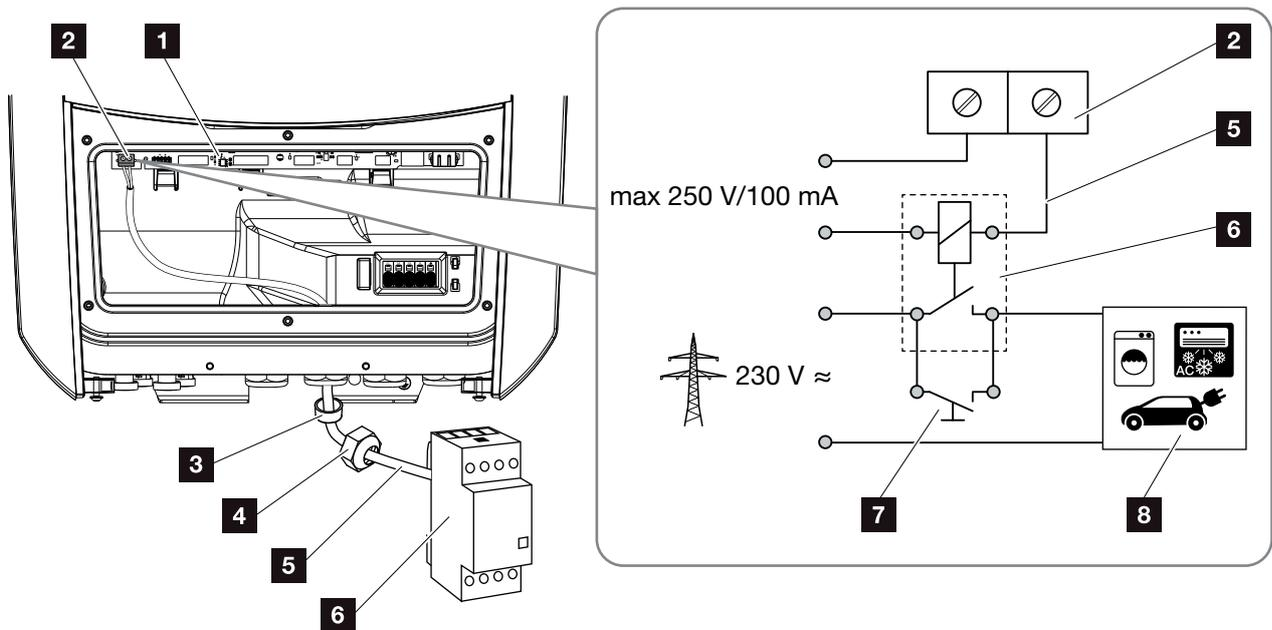

Fig. 55: Collegamento elettrico per l'autoconsumo
2. Collegare correttamente il relè di carico alla morsettieria per autoconsumo sulla Smart Communication Board.  **Fig. 55 Pos. 2**